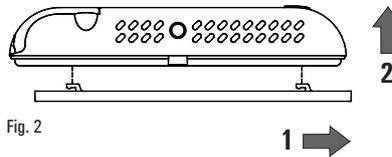

Fig. 2
- Desenganchar la placa a muro unida a la base del cronotermostato como se indica en la Fig. 2.